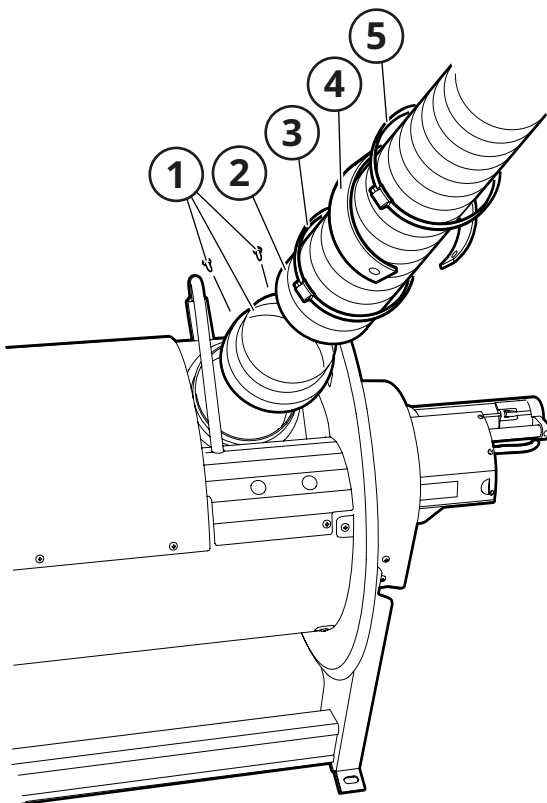

Fig. 10
6. Montera slang (2, Fig. 10) med eventuell reducering (1) på slangrullens anslutning med slangklammer (3).